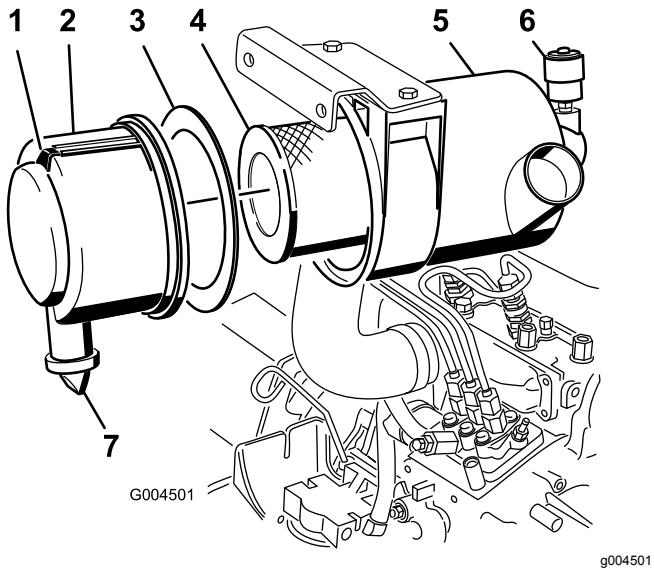

Figure 64
3. Faites l'entretien du filtre à air quand l'indicateur de colmatage (Figure 64) est rouge ou toutes les 400 heures (plus fréquemment si vous travaillez dans une atmosphère extrêmement poussiéreuse ou sale).
4. Déposez et remplacez le préfiltre (Figure 64).
6. Vérifiez que le joint en mousse est en place dans le couvercle et qu'il n'est pas déchiré ou endommagé (Figure 64).
A. Retirez la valve de sortie en caoutchouc du couvercle (Figure 64).
10. Réarmez l'indicateur de colmatage (Figure 64) s'il est rouge.
1. Tirez le verrou vers l'extérieur et tournez le couvercle du filtre à air dans le sens antihoraire (Figure 64).
2. Déposez le couvercle du boîtier du filtre à air (Figure 64).